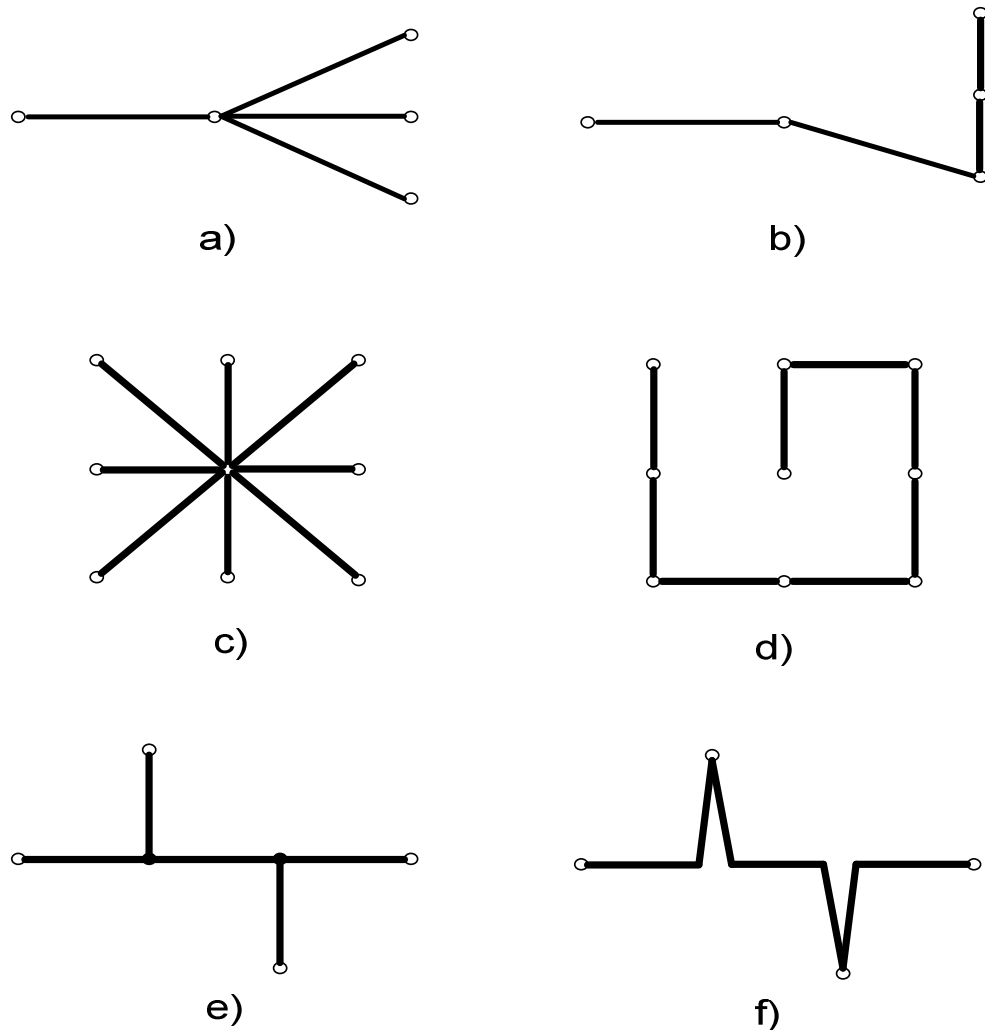

Рис. 2 . Схеми підключення декількох обчислювачів до лінії зв'язку.
7.4.4 Довжина відводів від магістральної лінії до приладу повинна бути мінімальною (рекомендована довжина $10 \div 15$ см). Можливе використання з'єднання «шлейфом». На рис. 2 показані: